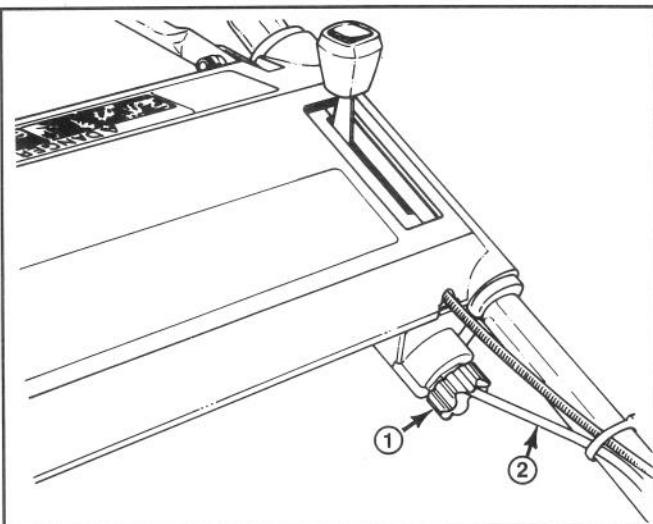

Abbildung 20
2. Den Einstellkopf (Abb. 20) um eine halbe Umdrehung im Uhrzeigersinn drehen, um den Antriebsrahmen zu spannen, oder um eine halbe Umdrehung gegen den Uhrzeigersinn, um ihn zu locken. Dabei sollten Sie das Kabel halten, damit es sich nicht mitdrehen kann.